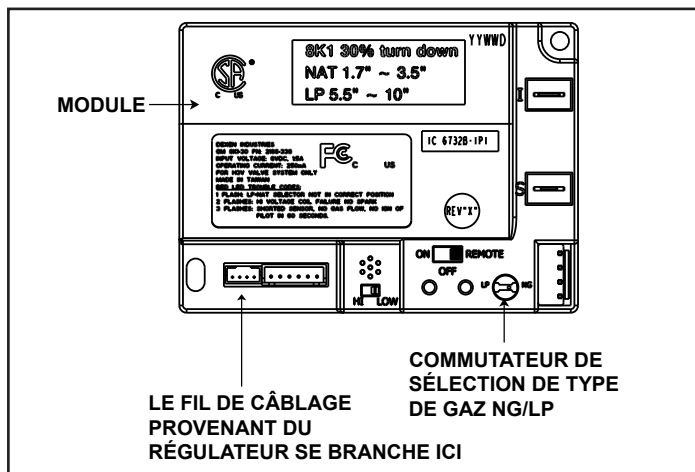

Figure 3.7 Module de commande
1. Le module de commande est équipé d'un commutateur de sélection « ON/OFF/REMOTE » qui doit être réglé. Figure 3.7.
2. Si un interrupteur câblé est utilisé dans la cavité de contrôle sous le mode « REMOTE », la hauteur des flammes peut être réglée au moyen du commutateur de sélection « HI/LO » du module. Figure 3.7. Notez que le commutateur de sélection de flamme « HI/LO » sera désactivé une fois la télécommande optionnelle (RC200/RC300) programmée au module de commande. Notez que le module de commande allumera toujours le poêle à « HI » et conservera ce réglage pendant les 10 premières secondes de fonctionnement. Si le commutateur HAUT/BAS (HI/LOW) est sur la position BAS (LO), la hauteur des flammes deviendra automatiquement minimum après 10 secondes. Une fois ces 10 secondes écoulées, la hauteur de la flamme peut être ajustée entre HAUT (HI) et BAS (LOW) au moyen du commutateur.
- Localisez le module du commutateur de sélection. (Figure 3.7).
- Attendez cinq (5) minutes pour dissiper les gaz.